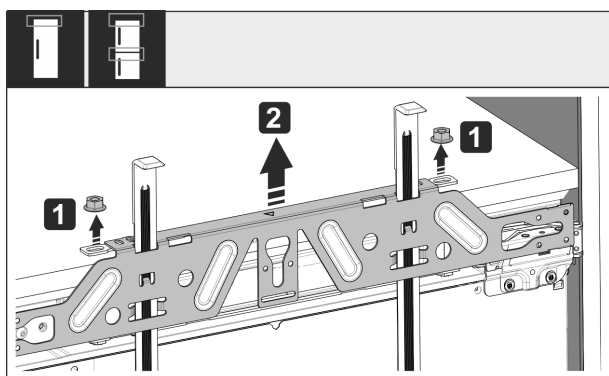

Fig. 58
- ▶ Atlaisvinkite antveržles Fig. 58 (1).
- ▶ Nuimkite tvirtinimo skersinį Fig. 58 (2).